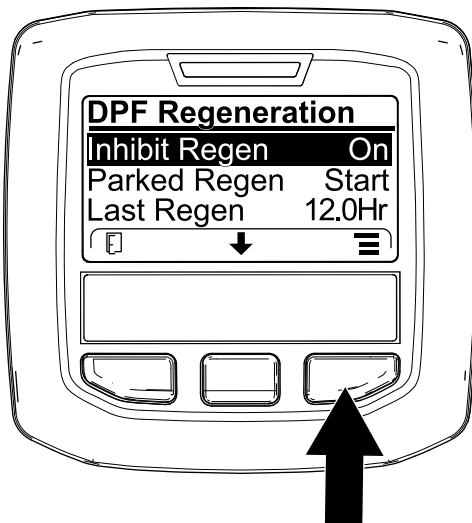

Figure 47
1. Ouvrez le menu Régénération du FAP, appuyez sur le bouton central pour naviguer jusqu'à l'option INHIBIT REGEN et appuyez sur le bouton droit pour la sélectionner (Figure 47).